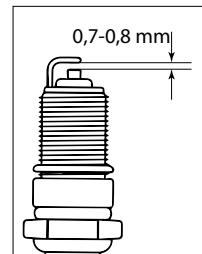

Abb. 27
7. Prüfen Sie die Spaltgröße zwischen der Erdungselektrode und den Zentralelektroden mit Hilfe des speziellen Tasters. Bei Bedarf stellen Sie den Spalt von 0,7–0,8 mm ein (Abb. 27).